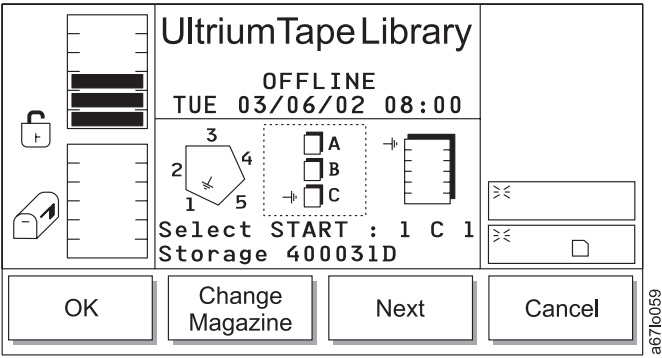

Abbildung 120. Dialog für Magazinwechsel
- Wird **Next** ausgewählt, ändert sich der aktuelle Quellenparameter von einer Säule in ein Magazin, und der Dialog für Magazinwechsel erscheint (siehe Abb. 120 auf Seite 138).
Tabelle 69. Übersetzung von Abb. 120, Dialog für Magazinwechsel